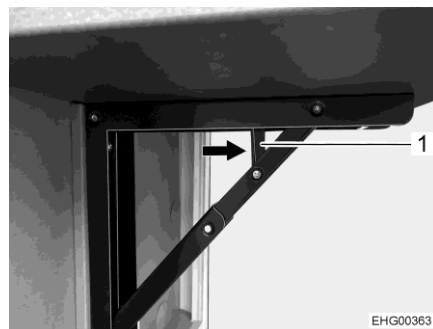

Bild 28 Entriegelung
- Entriegelung (Bild 28,1) in Pfeilrichtung drücken.